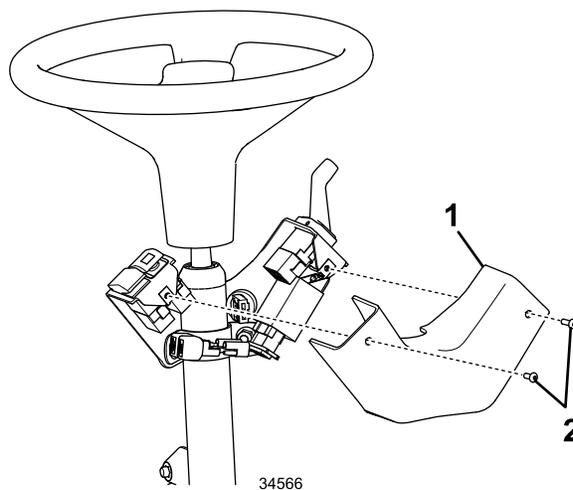

Figura 23
10. Instale a cobertura no conjunto do suporte da coluna com dois parafusos de cabeça de treço sextavada como se mostra na Figura 23